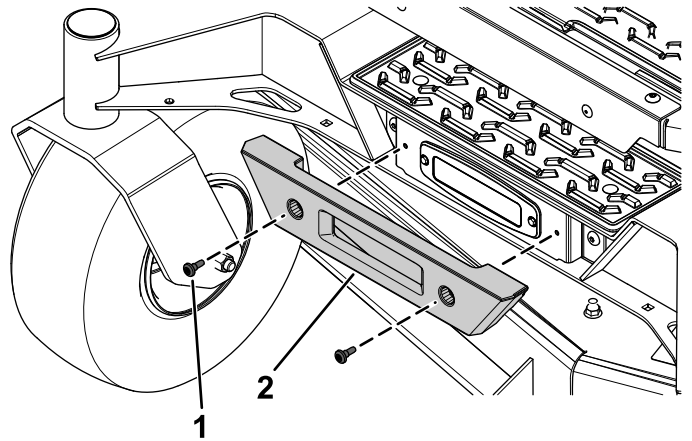

Figura 3
2. Sujete el parachoques delantero con los 2 tornillos torx que retiró anteriormente (Figura 3).